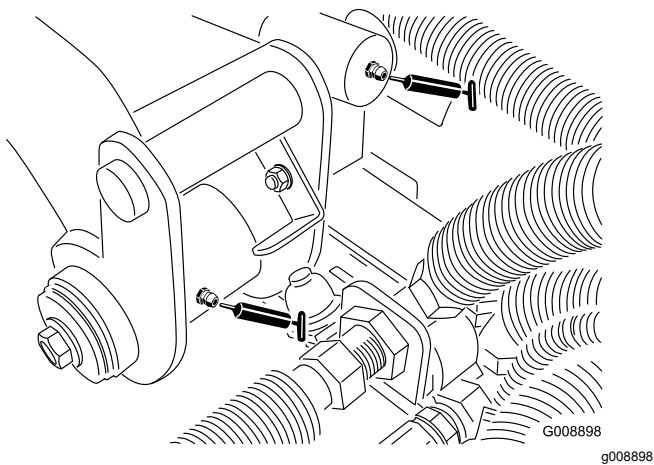

Bild 41
- Hintere Hubarm-Drehbüchsen und Hubzylinder (2) (Bild 41)